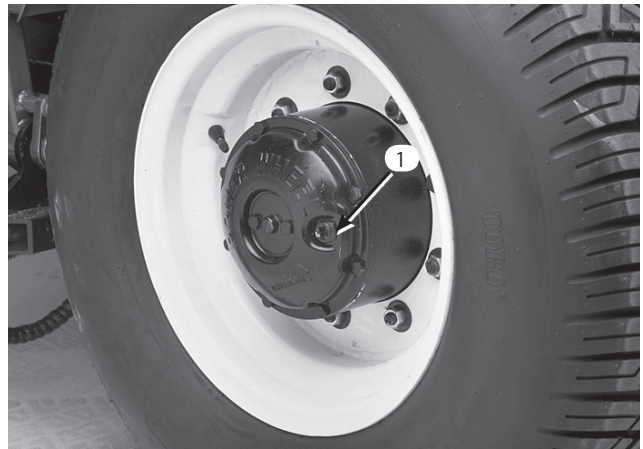

図49
1. 点検穴が 3 時または 9 時の位置 (図49) にある時に、オイルが穴のレベルまであれば適正。点検は本機を水平な場所に停車して行う。